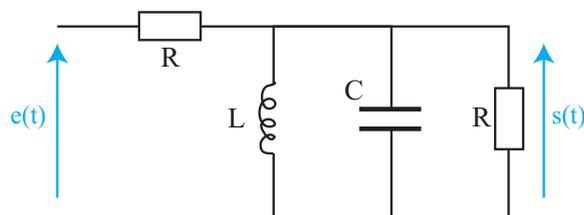

FIGURE 5 –
2. Tracer l'allure du signal de sortie $s(t)$ si le circuit de la figure 5 est réglé pour $f_0 = 3,0$ kHz et $Q = 20$.
4. Comment pourrait-on utiliser le circuit de la figure 5 pour déterminer le spectre en fréquence de $e(t)$?